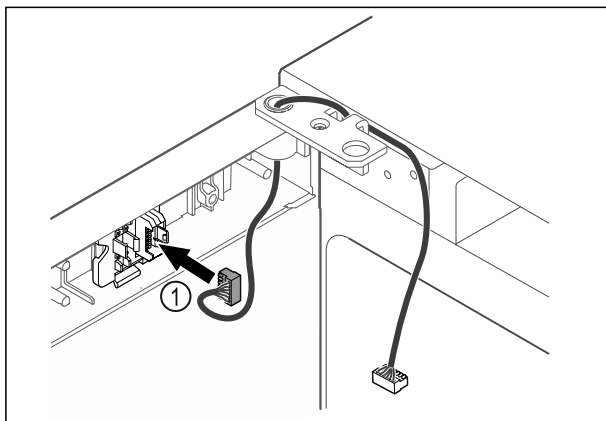

Fig. 49
- Futni spinën Fig. 49 (1) në mbajtësen e spinës.